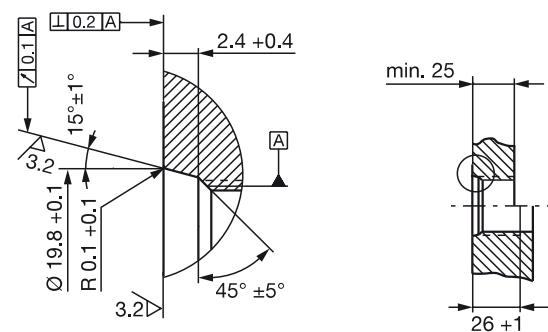
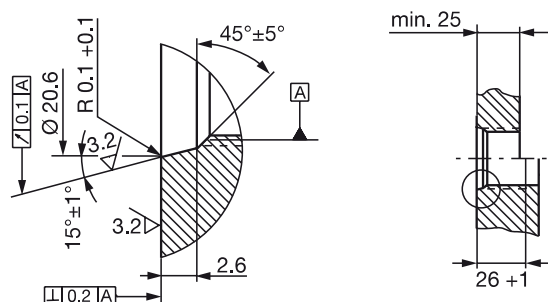

Fig. 4-3 : Trou de vissage M18 x 1,5 selon ISO 6149, joint torique 15.4 x 2.1
Fig. 4-4 : Trou de vissage 3/4"-16UNF selon SAE J475, joint torique 15.3x2.4
- ▶ Réaliser le trou de vissage avec filetage (le cas échéant lamage pour le joint torique) conformément à la Fig. 4-3 ou à la Fig. 4-4.